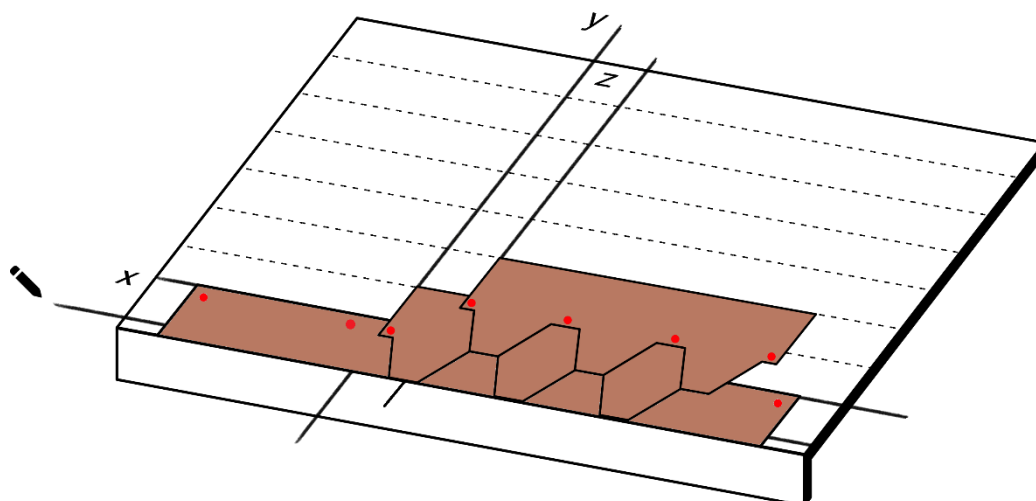
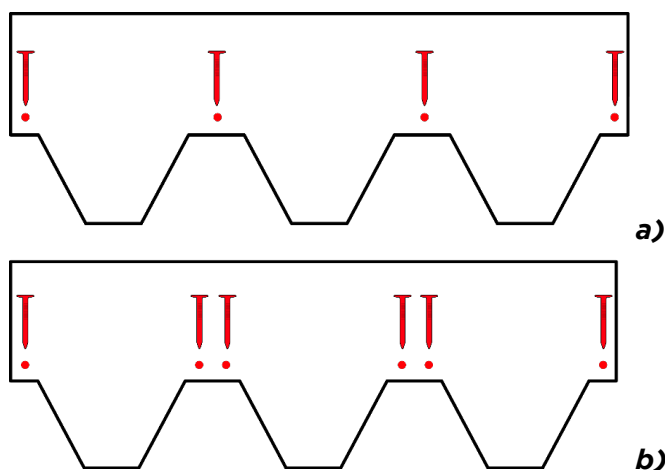

Fig. 7 - Posa delle tegole
Fig. 8 - Chiodatura tegole **a)** pendenze <60°; **b)** pendenze >60°
- Applicare in corrispondenza della linea di gronda, sopra alla membrana/sottotegola, un cordolo di adesivo bituminoso Bitustick - Fig. 7;
- Procedere con la posa della prima fila di tegole: allineare il bordo laterale della prima tegola sulla verticale **y** e il bordo superiore sull'orizzontale distante 14,3 cm da **x** - Fig. 7. Chiodare la tegola al sottofondo posizionando 4 chiodi per tegola, come da Fig. 8 a). Nel caso di pendenze di falda tra 60°- 85°, posizionare 2 chiodi aggiuntivi vicino al secondo e al terzo chiodo, per un totale di 6 chiodi per tegola, come da Fig. 8 b). Procedere con la posa di tutte le tegole della fila.
- Procedere con la posa della seconda fila di tegole partendo dalla retta verticale **z** e allineando il bordo superiore della tegola alla retta orizzontale distante 28,6 cm da **x** - Fig. 7.